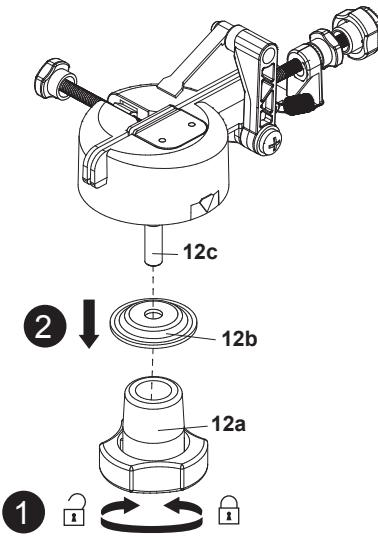

Fig. 1
1. Desaperte a retenção do torno (12a) para a esquerda (Fig. 1, passo 1).
2. Retire a retenção do torno (12a) em conjunto com a anilha côncava (12b) do parafuso (12c) (Fig. 1, passo 2).